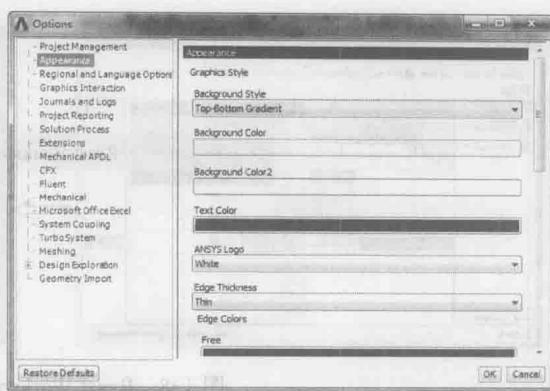

图 1-12 【Appearance】选项卡
- ◆ 【Appearance】选项卡: 用于设置软件的背景颜色、文字、几何图形边等, 如图 1-12 所示。